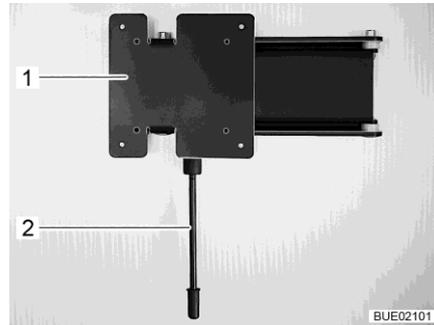

Fig. 91 Supporto a parete
- Posizionamento:** ■ Tirare verso il basso la leva di sbloccaggio (Fig. 91,1) e ruotare il supporto (Fig. 91,2) con lo schermo piatto nella posizione desiderata.